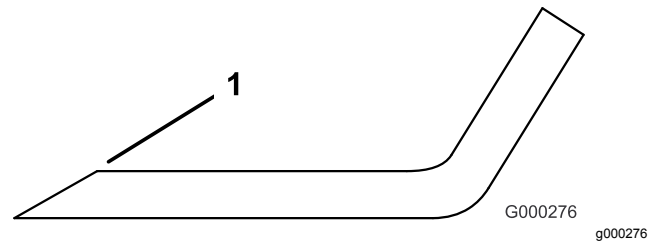

Figura 92
3. Esaminate l'affilatura di tutte le lame e affilate se risultano smussate o scheggiate (Figura 92).
Nota: Affilate soltanto la parte superiore del tagliente e mantenete l'angolo di taglio originale per garantire l'affilatura (Figura 92). La lama resta bilanciata soltanto se viene rimossa una quantità uguale di metallo da entrambi i taglienti.